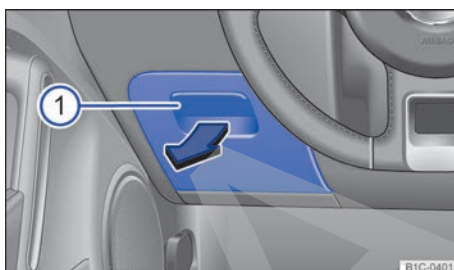

Fig. 87 Lado del conductor: portaobjetos.
- Para *abrir* el portaobjetos, tire de la manilla → **fig. 87** **1** en el sentido de la flecha.